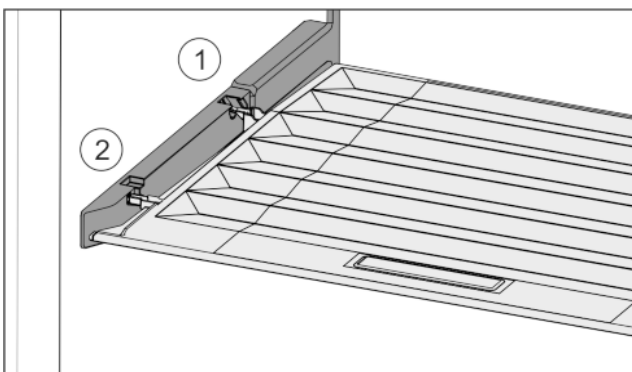

Fig. 33
- ▶ Deckelstege über Öffnung der hinteren Halterung Fig. 33 (1) einführen und vorne in Halterung Fig. 33 (2) einrasten.